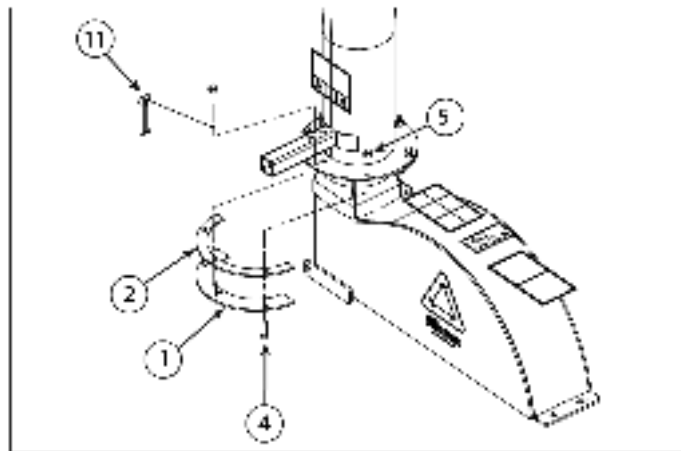

Рис. 2.6. Монтаж разгрузочной трубы
2. Установите трубу на монтажный фланец на раме измельчителя. Разгрузочный зажим (1) должен быть установлен под кромкой фланца. Затяните болты и гайки для фиксации зажима.
3. Установите вторую половину промежуточного кольца (2) и зажимного кольца (1) на разгрузочную трубу при помощи болтов $3/8 \times 1-1/4$ дюйма (4) и самоконтращихся гаек «nylock» (5).
4. Прикрепите вытяжной шнур при помощи разгрузочного штифта (11), как показано на рис. 2.6.